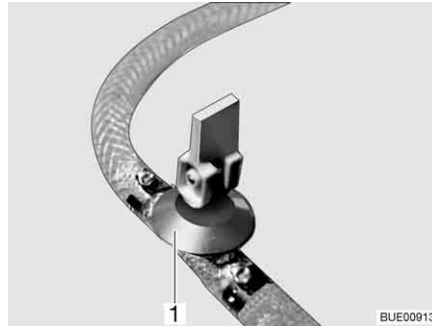

Bild 143 Ablasshahn
- Ablasshahn/Ablasshähne schließen. Dazu den Kipphebel (Bild 143,1) waagrecht stellen.
- Ablasshahn/Ablasshähne (Bild 143) öffnen. Dazu den Kipphebel (Bild 143,1) senkrecht stellen. Der Boiler wird nach außen entleert.